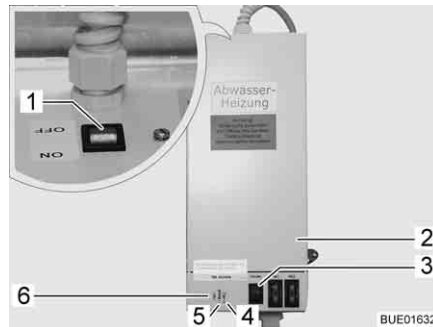

Fig. 142 Trasformatore con apparecchio di regolazione
Il trasformatore 230 V AC/12 V DC (Fig. 142,2) è montato, a seconda del modello, nell'armadio guardaroba o nella cassapanca della dinette.
- La spia di controllo (Fig. 142,5) diventa verde: Regolazione in funzione
- Le spie di controllo (Fig. 142,4 e 6) diventano rosse: Le tubazioni delle acque grigie vengono riscaldate
Nell'involucro è incorporato un pulsante di prova (Fig. 142,3) che consente di mettere in funzione brevemente l'apparecchio di regolazione. La pressione sul pulsante di prova consente di testare il funzionamento del riscaldamento anche quando la temperatura ambiente è superiore a 5 °C.
- Posizionare su "ON" l'interruttore (Fig. 142,1) sul trasformatore (Fig. 142,2).
- Posizionare su "OFF" l'interruttore (Fig. 142,1) sul trasformatore (Fig. 142,2).